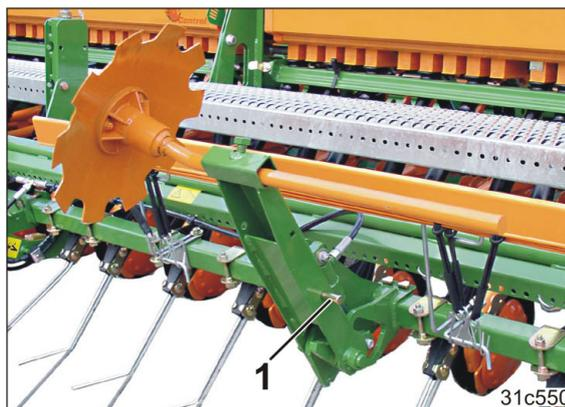

Fig. 201
2. Den Spurscheibenträger festhalten, den Bolzen (Fig. 201/1) entfernen und den Spurscheibenträger nach unten schwenken.